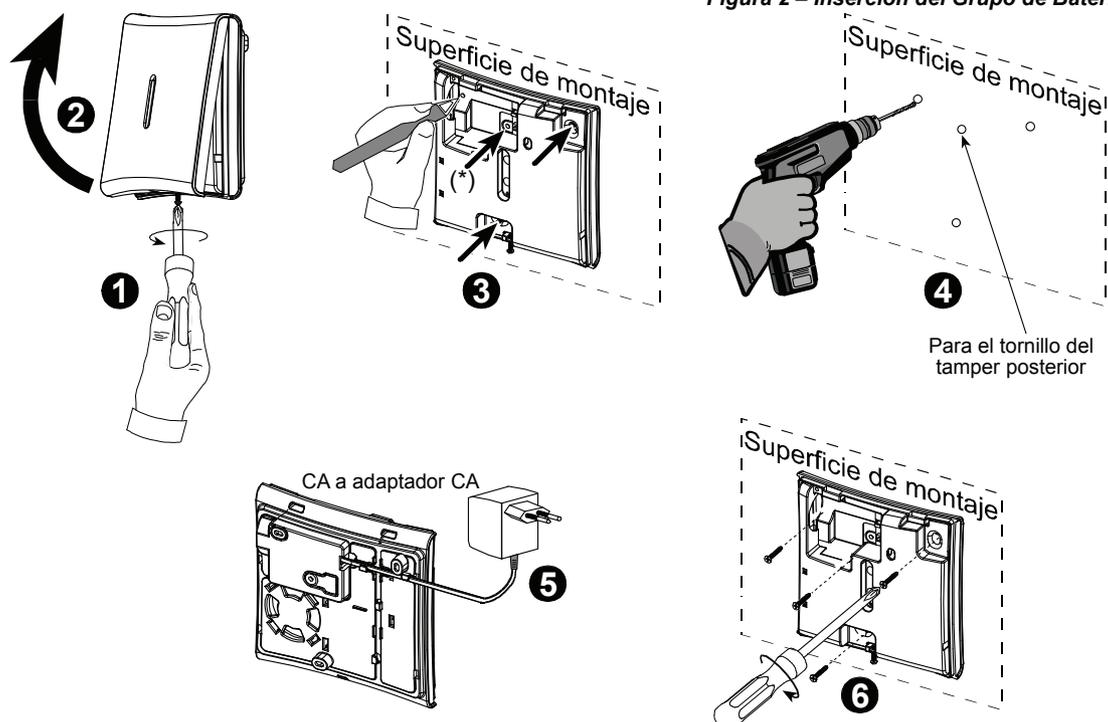

Figura 3 - Instalación
- Monte el repetidor en el local seleccionado, como se muestra en la Figura 3.